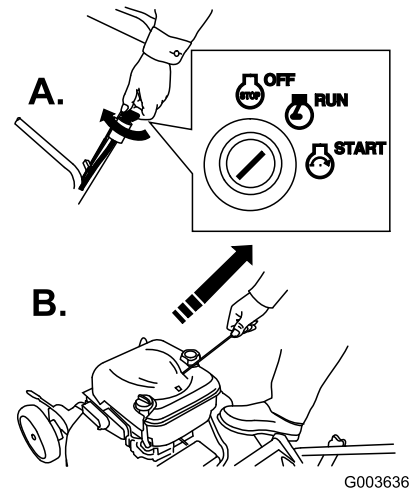

Figura 26
- Gire la llave de contacto a la posición de Marcha, y tire del arrancador de retroceso en el motor (Figura 26).